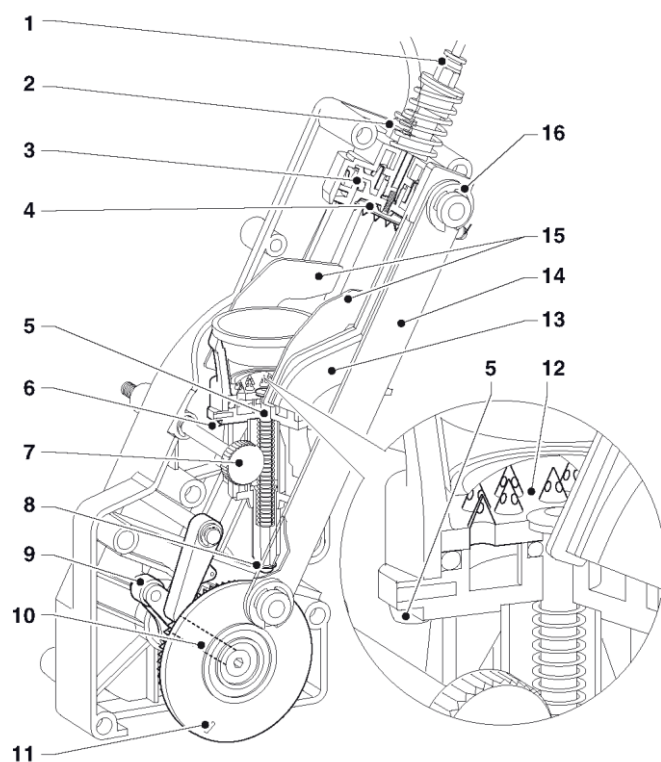

Fig. 33
- извлеките тефлоновый патрубок из верхнего пистона, подсоединенного к бойлеру и к трубке модуля гидравлического управления пистонам, отсоединив цветные кольца (см. рис. 33);